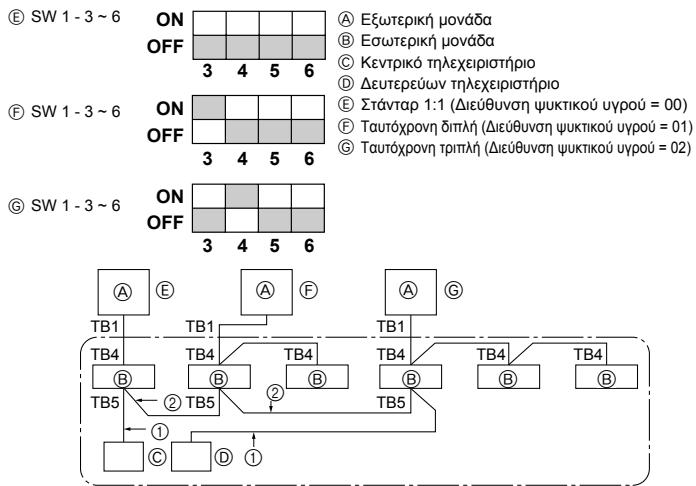

Fig. 9-1
- ① Τροφοδοτήστε με ρεύμα το κλιματιστικό (διακόπτης κυκλώματος).
- ② Αφού κλείστε την ανασταλτική βαλβίδα της γραμμής αερίου, γυρίστε το διακόπτη SWP στον πίνακα ελέγχου της εξωτερικής μονάδας στη θέση ON. Ο συμπιεστής (εξωτερική μονάδα) και οι ανεμιστήρες (εσωτερική και εξωτερική μονάδα) αρχίζουν να λειτουργούν και η εκκένωση του ψυκτικού αρχίζει. Οι λυχνίες LED1 και LED2 στον πίνακα ελέγχου της εξωτερικής μονάδας είναι αναμμένες.
9. Έλεγχος συστήματος (Fig. 9-1)